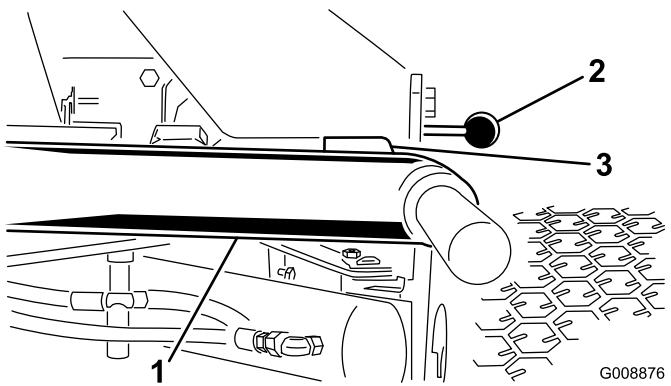

Figura 11
- Ligue o motor, eleve as unidades de corte e verifique se a folga entre cada braço de elevação e o suporte da placa do chão é de 5 a 8 mm (Figura 11).